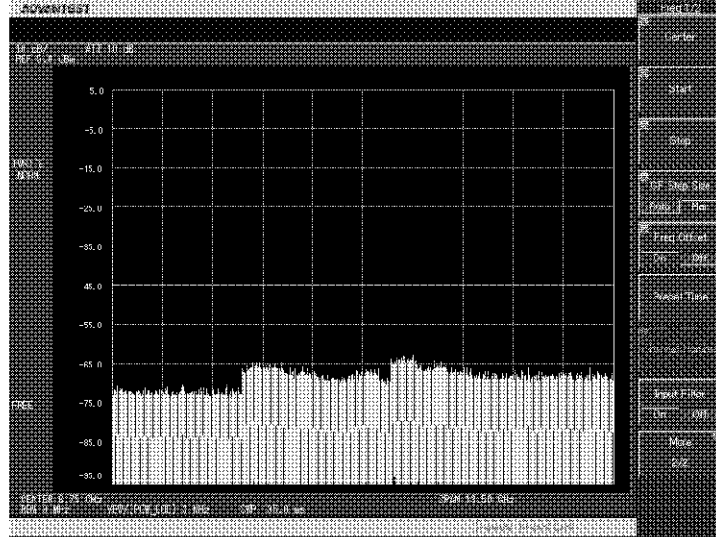

図 3-10 初期設定画面
5. 自己診断で、本器に異常がなければ図 3-10 に示す初期画面が表示されず。初期画面表示は、前回電源を切るときの設定状態により図 3-10 と異なります。